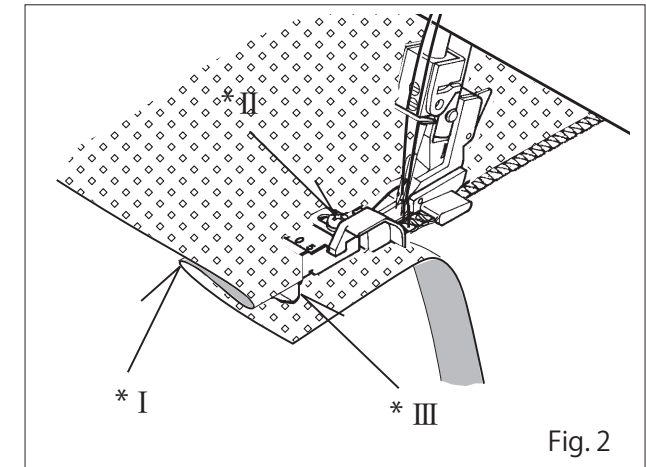
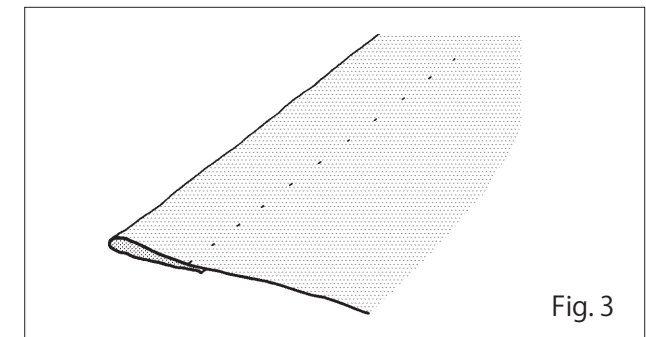

Fig. 2
Fig. 3
(Voir Fig.3).
2. Place fabric under the presser foot with the §wrong§ side up. Feed the folded edge through the guide in the front of the foot and lower the presser foot lever. Try a stitch (or several stitches) on a spare piece of the actual fabric, and adjust the guide so that the needle just catches the fold. Adjust the guide by means of the small screw on the top of the foot – see Fig. 2.
3. When correctly set, sew the hem. The outside edge will be cut away by the machine – see also Fig. 2. After completion, open out and press again. The stitches should be almost invisible on the §right§ of the fabric – see Fig. 3.
2. Placer le tissu sous le pied presseur avec la partie envers en haut. Glisser le bord replié sous le guide à l'avant du pied et abaisser le pied presseur. Exécuter un seul point d'essai (plusieurs piqûres) sur un échantillon du tissu à coudre, puis régler le guide de façon à ce que l'aiguille entre juste dans le pli de l'ourlet. Le guide se règle par une petite vis placée sur le dessus du pied presseur (voir Fig. 2).
3. Quand tout est bien réglé, coudre l'ourlet à vitesse stable et modérée. La partie extérieure sera coupée par la machine – voir aussi Fig.2. L'ourlet terminé, ouvrir le tissu et le repasser encore. Les points doivent être pratiquement invisibles du côté endroit du tissu (voir Fig. 3).
Si es necesario ajustar la guía mediante el tornillo mostrado en la Fig. 2.
Cuando esté correctamente fijado, coser el pliegue, el borde exterior será cortado por la máquina (ver también la Fig. B). Después de coserlo, abrirlo, las puntadas serían prácticamente invisibles en el lado derecho o anverso del material (Fig. 3).